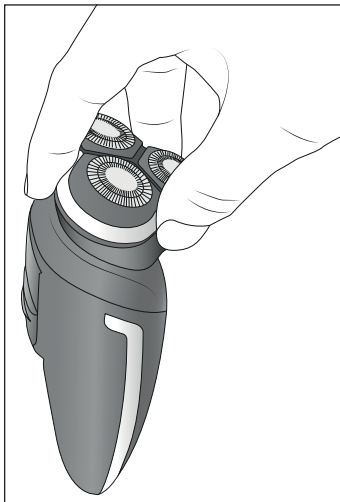

Fig. 2
- 1) Hold i skæreenheden **2** med tre fingre på holdefordybningerne **3**, og tag den af (se fig. 2).